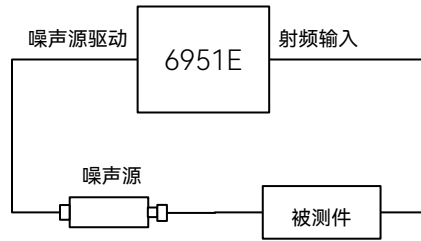

图3.33 连接被测件进行测量
- 按图 3.33 所示连接，将 6dB 衰减器接入噪声源和信号分析仪射频输入端口之间。
- 如图 3.33 所示，显示区的测量结果在接入被测件后随之改变。